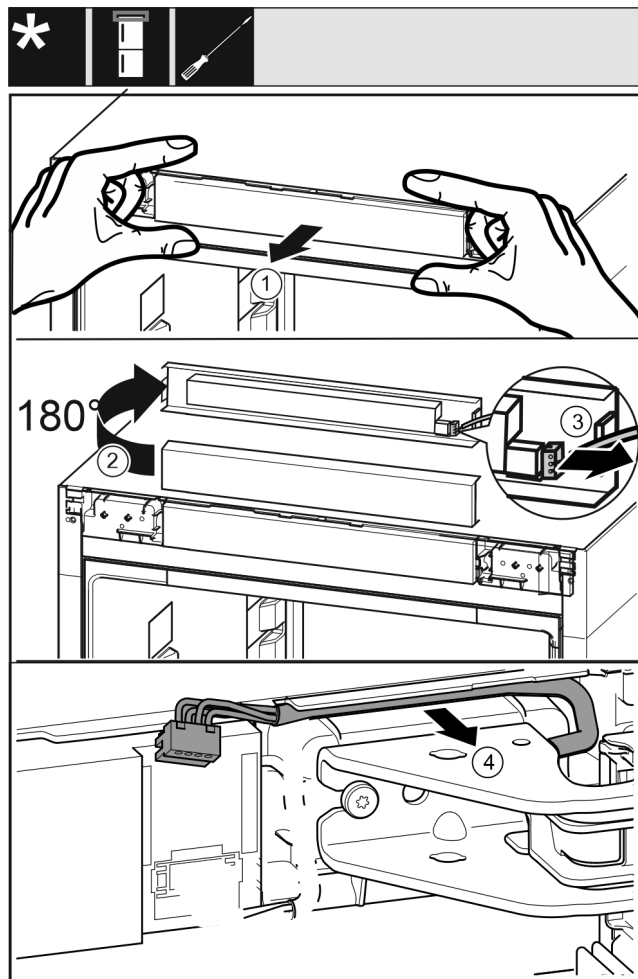

Fig. 23
- Allentare con cautela la maschera di comando Fig. 23 (1) in avanti.
- Ruotare la maschera di comando Fig. 23 (2) verso l'alto di 180°.
- Spingere il naso di arresto Fig. 23 (3) all'indietro ed estrarre con cautela la spina.
- Allentare con cautela il cavo Fig. 23 (4) dalla guida passando attraverso il blocco di supporto.